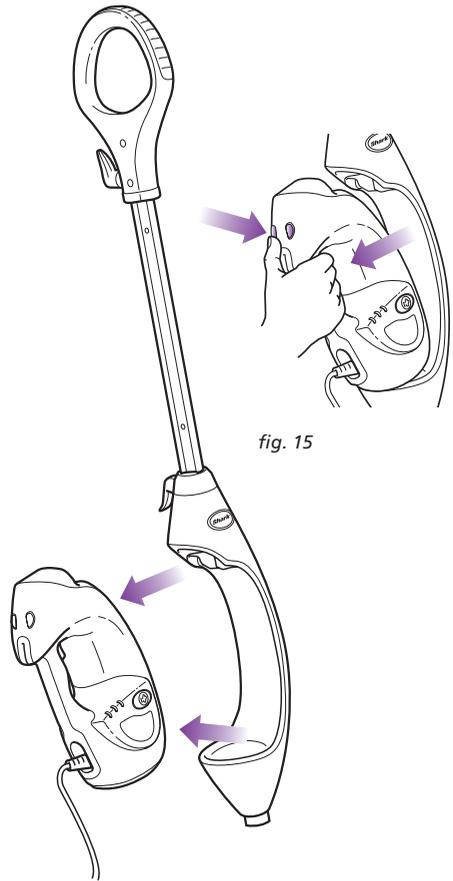

fig. 15
- 1 Pour enlever le presseur à vapeur portatif, appuyez et maintenez enfoncés les boutons de dégagement de l'appareil tout en tirant le presseur à vapeur portatif pour le sortir. (fig. 15)